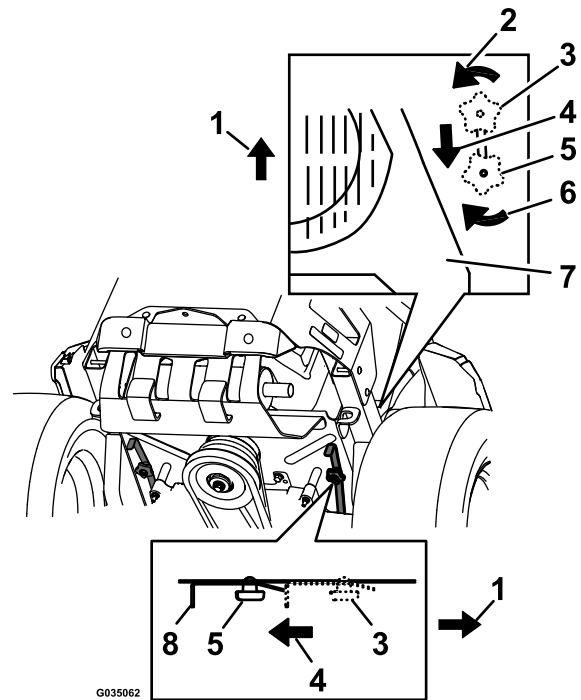

Bild 34
4. Zum Schieben der Maschine bewegen Sie die beiden Bypasshebel nach hinten und arretieren sie (Bild 34).
6. Zum Fahren mit der Maschine bewegen Sie die beiden Bypasshandräder in die VORWÄRTS-Stellung und arretieren sie (Bild 34).